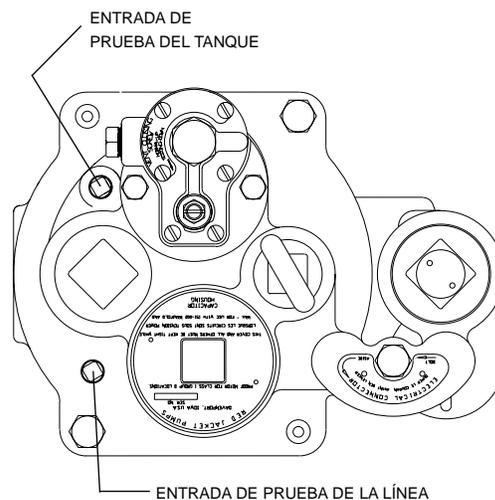

Figura 3.2 Entrada de prueba de la línea
- 3: Aplique presión a la línea de prueba en la entrada de la línea de prueba (50 psi (345 kPa) máxima). (Vea la figura 3.2).
- 1: Cierre la válvula de retención de la bomba girando el tornillo de cierre de la ventila tan bajo como le sea posible. Para probar el tanque, aplique presión en la entrada de prueba del tanque. (Vea la figura 3.2).